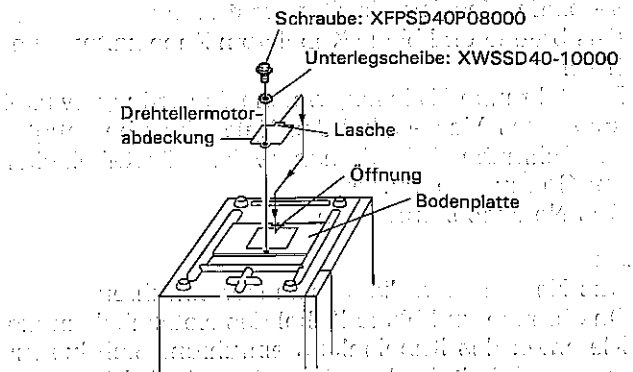
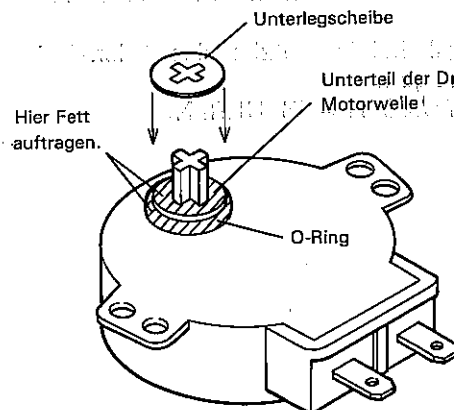

Abbildung C-5 (b). Einbau der Drehtellermotorabdeckung
Abbildung C-6. Einbau von Unterlegscheibe und O-Ring sowie Auftragen von Fett
4. Das Fett (Shinetsu-Silikonfett G-420 von Shinetsu Chemical Co., Ltd. oder Toray-Silikonfett SH-14 der Toray Silicone Co., Ltd.) auf den O-Ring und das Unterteil der Drehtellermotorwelle auftragen (siehe hierfür Abbildung C-6).
5. Die Unterlegscheibe (1) in den Drehtellermotor einbauen.
6. Den Drehtellermotor zusammen mit O-Ring und Unterlegscheibe sowie der Schraube (1) in den Garraum einbauen.
8. Die Lasche der Drehtellermotorabdeckung wieder in die Öffnung der Bodenplatte einführen [siehe hierfür Abbildung C-5 (b)].
9. Die Drehtellermotorabdeckung mit der im obigen Schritt 2 entfernten Schraube und Unterlegscheibe einbauen [siehe hierfür Abbildung C-5 (b)].